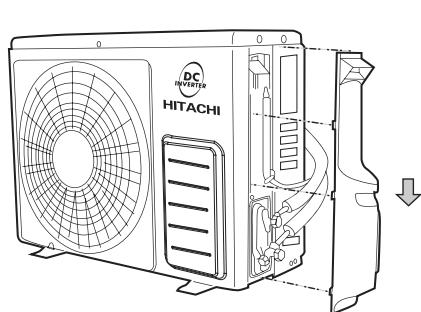
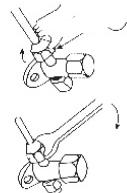

图21
图23
- (1) 将边盖从右侧板上拆下。（如图21）
- (2) 将截止阀树脂封帽拆开。
- (3) 在截止阀与管的喇叭口处涂少许润滑油，然后按图23所示拧紧纳嘴。
- (4) 按图23所示用扳手牢固地将纳嘴扳紧，扭矩力按表（5）规定执行。